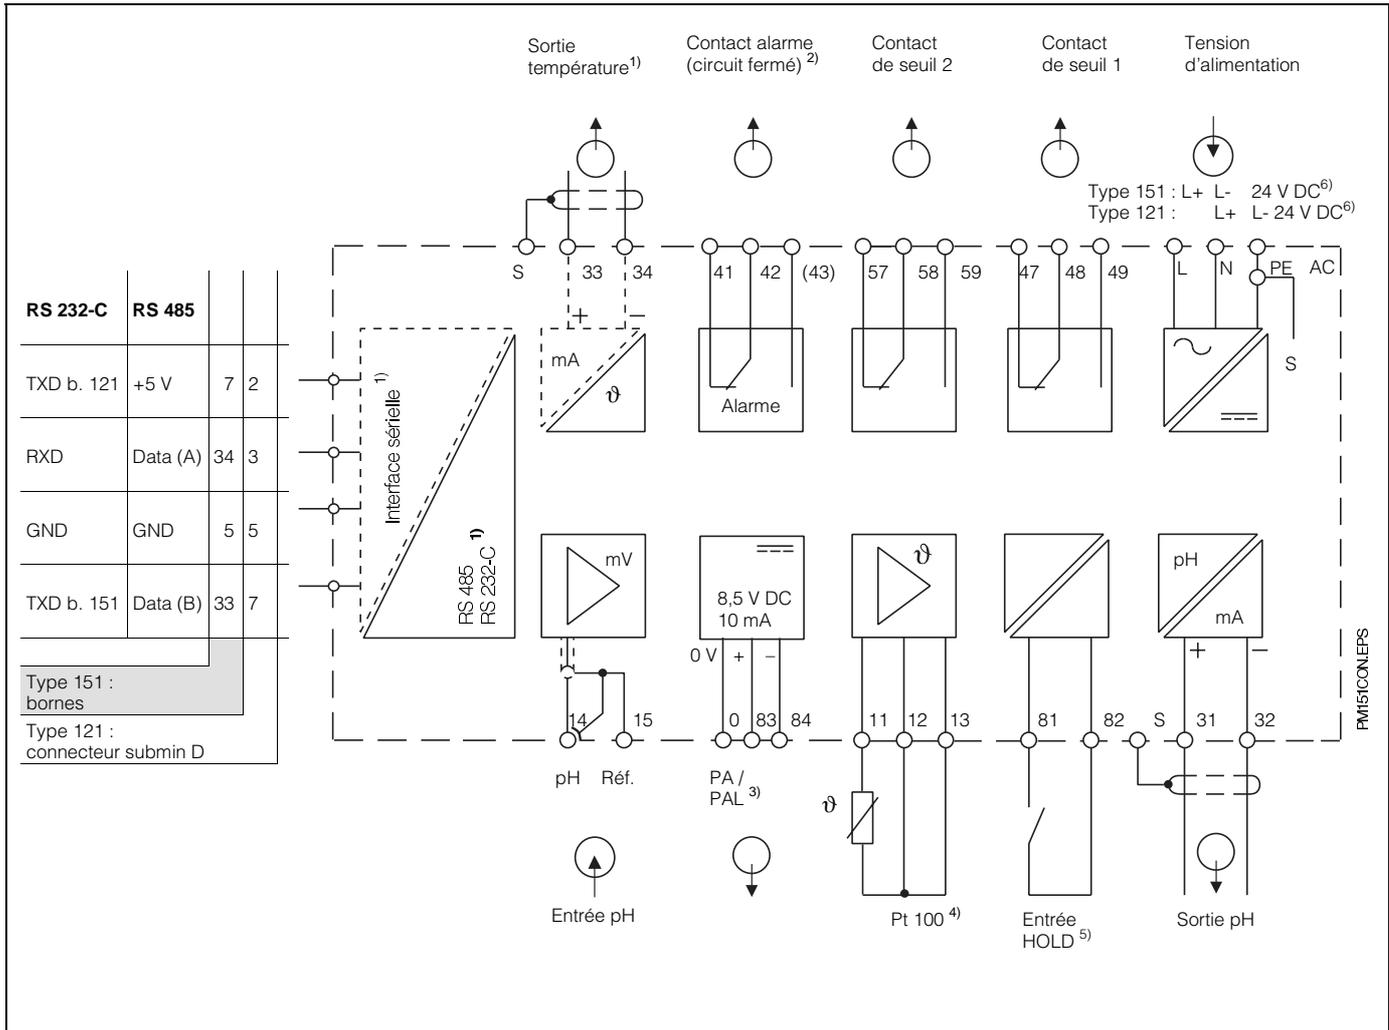

Fig. 4.15 : Raccordement électrique du Mycom CPM 121/151-P
- Raccorder l'appareil selon le schéma fig. 4.15. Les câbles de signal doivent être séparés du réseau et des câbles d'alimentation